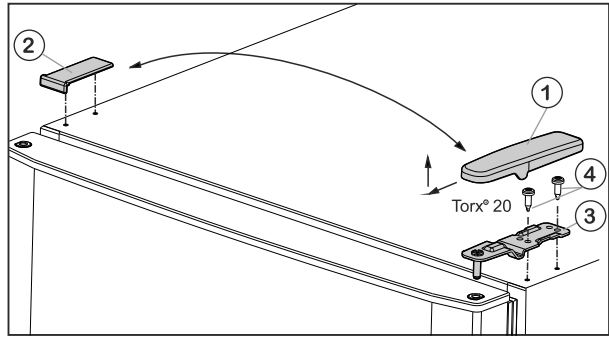

Fig. 6
- ▶ Потяните крышку Fig. 6 (1) вперед и вверх.
- ▶ Снимите крышку Fig. 6 (2).
- ▶ Открутите верхний опорный кронштейн Fig. 6 (3) (2 шт. Torx® 20) Fig. 6 (4) и поднимите вверх.
- ▶ Установите верхний опорный кронштейн Fig. 6 (3) на новую сторону шарнира и защелкните в дверце.
- ▶ Привинтите верхний опорный кронштейн **(с моментом 4 Нм)** (2 шт. Torx® 20) Fig. 6 (4). При необходимости используйте аккумуляторный шуруповерт.
- ▶ Наденьте и защелкните крышку Fig. 6 (1) на противоположной стороне снаружи.
- ▶ Также наденьте сверху и защелкните крышку Fig. 6 (2) на противоположной стороне.